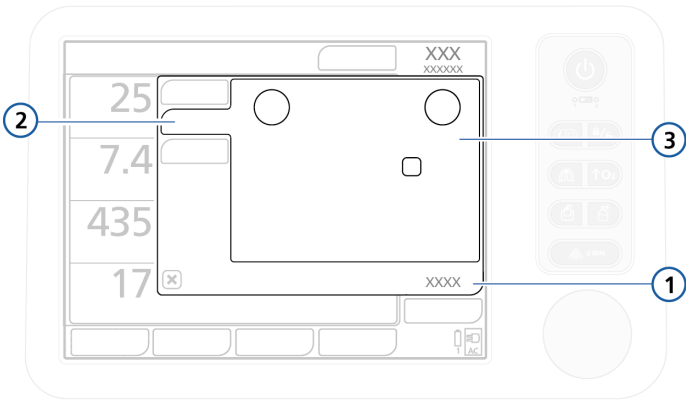

图 4-6. 更多设置、控制窗口
3. 打开**控制** -> **更多**窗口（图 4-6），然后根据需要 选择并调整参数。
2. 打开**控制** -> **更多**窗口（图 4-6），然后根据需要 选择并调整参数。